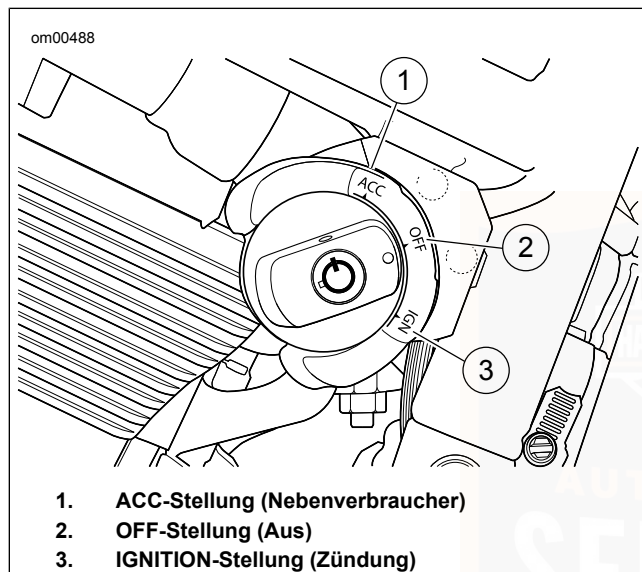

Abbildung 4. Zündschalter
Siehe Abbildung 4. Den Schalter mit dem Zündschlüssel entsperren und den Schalter in die gewünschte Position drehen.
2. Siehe Abbildung 4. Den Zündschalter auf IGNITION (Zündung) drehen und den Anlasserschalter drücken, um den Anlassermotor zu betätigen.
2. Siehe Abbildung 4 . Den Zündschlüssel nach links auf OFF (Aus) stellen, um die Zündung ganz AUSZUSCHALTEN.